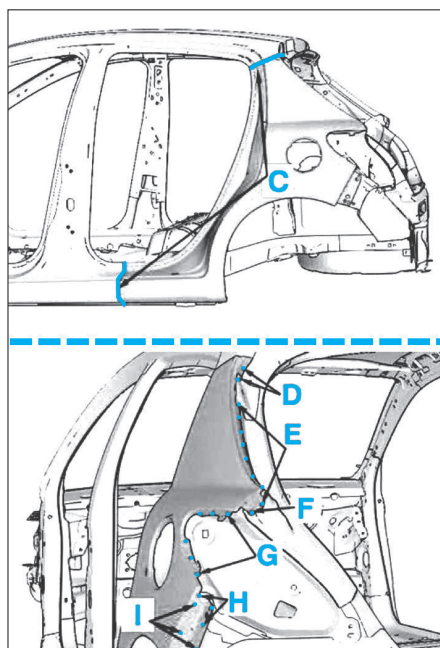
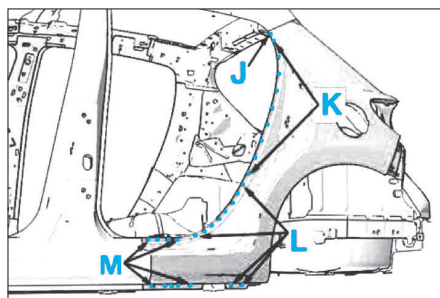

FIG. 47
FIG. 48
- Poser et souder la pièce neuve aux endroits indiqués A à M (Fig.47) et (Fig.48).